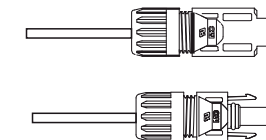

Figura 5.16 Conector com porca aparafusada
4. Insira o conector de metal na parte superior do conector e aperte a porca com torque de 2,5-3 Nm (consulte a figura 5.16).